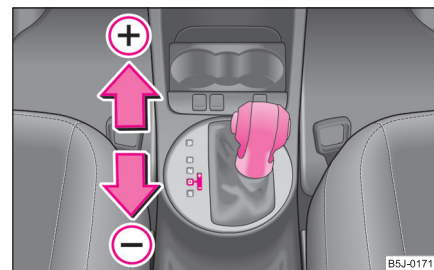

Fig. 120 Selector: selectarea manuală a vitezelor
- Apăsați scurt selectorul (în poziție tiptronic) spre față pe ⇒ fig. 120